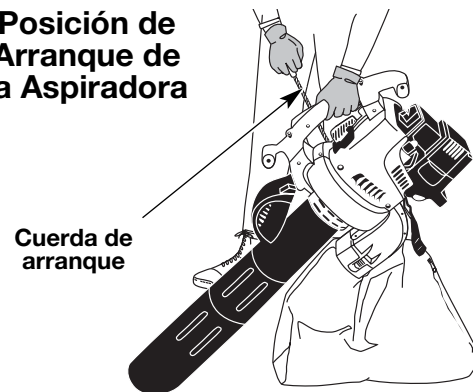

Fig. 16
5. Agacharse en la posición de arranque del soplador (Fig. 15) o mantenerse de pie en la posición de arranque de la aspiradora (Fig. 16). Coloque el control del regulador en la posición de **RÁPIDA** (☛) (Fig. 18). Tire de la cuerda del arrancador hacia afuera con un movimiento suave y firme 5 veces.